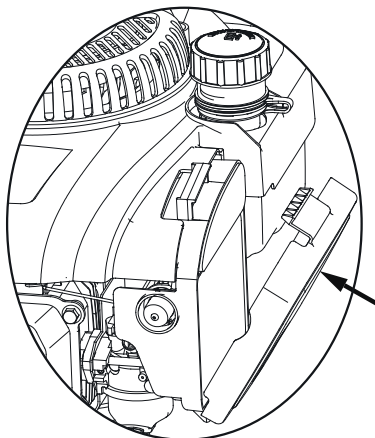

рис.14
3. Нажмите и зафиксируйте защелку отсека воздушного фильтра (рис. 14).